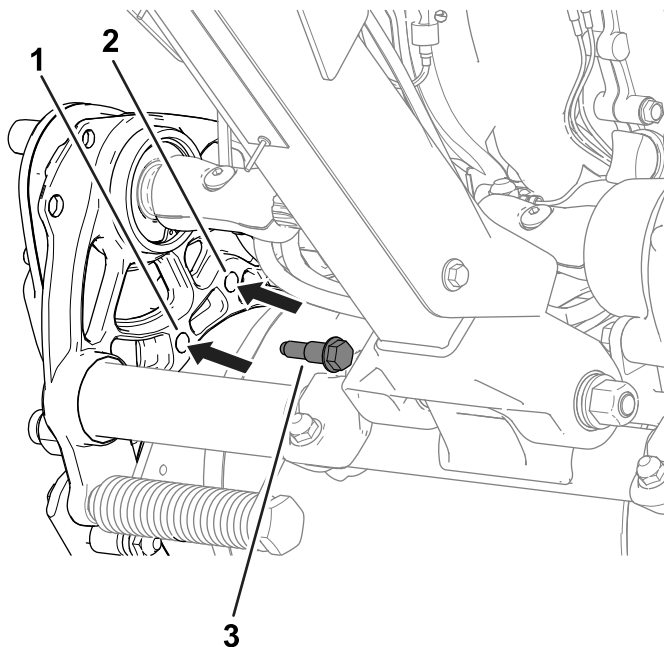

Figura 19
2. Remova os parafusos laterais (Figura 19) de cada lado da máquina que prendem a caixa da unidade de cilindro ao chassi.
4. Use os parafusos laterais removidos anteriormente para prender a caixa da unidade ao chassi (Figura 19).